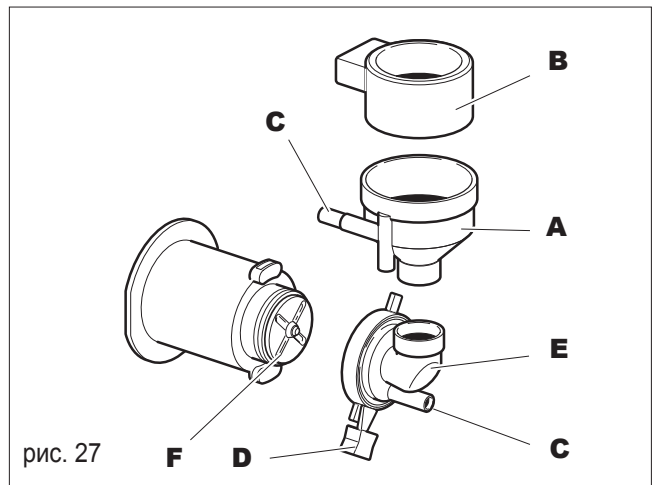

рис. 27
- Снимите воронку (А, рис. 27), сняв перед этим крышку воронки (В, рис. 27);
- Разъедините при этом силиконовую трубку подачи воды в воронку (С, рис. 27);
- Поверните ручку соединительного колена (D, рис. 27);
- Снимите диспенсер (Е, рис. 27) полностью;
- Промойте вентилятор миксера (F, рис. 27) используя теплую воду не слишком сильно надавливая на него, чтобы не повредить уплотнитель.
- Промойте полностью в теплой воде все компоненты диспенсера и снова соберите в обратном порядке. Будьте внимательны и не забудьте вставить силиконовые трубки подачи воды и подачи напитка (С, рис. 27).